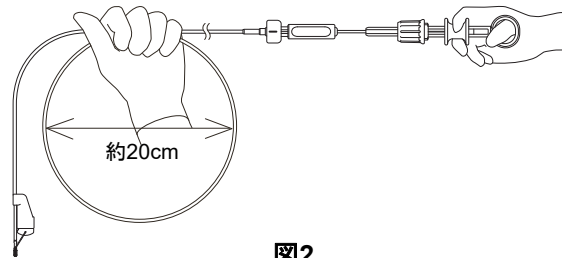

図2
2. 把持部を前方に突出した状態で、挿入部先端に直径約20cmの一重ループを作ります（図2参照）。